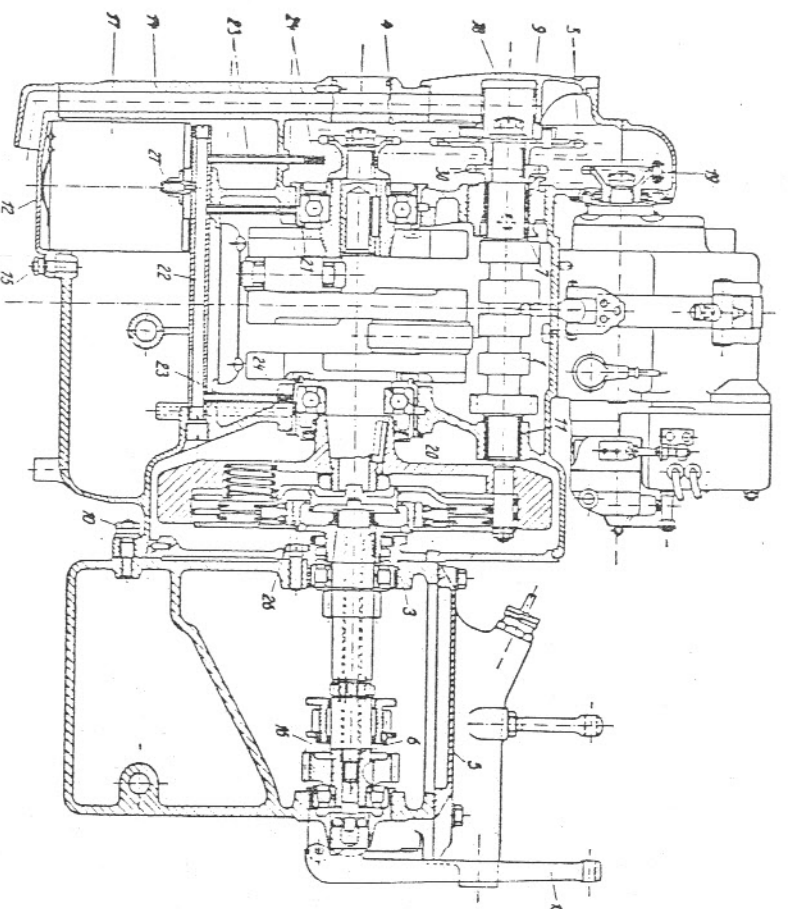
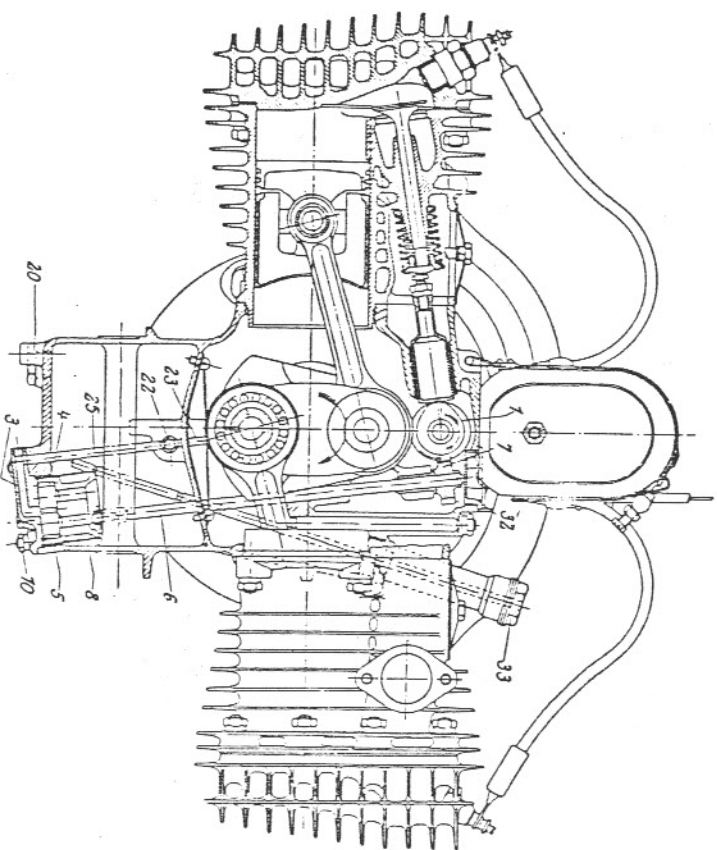

Abb. 10. Längsschnitt durch den Motor und Getriebe
Abb. 12. Tourenmotor mit teilweise Querschnitt durch die Zylindermittel
Vor Abnahme des Motorgehäuse-Oberteiles muß das Getriebe durch Lösen der drei Befestigungsmuttern 10 unten in der Mitte und oben zu jeder Seite und Herausziehen der zwei Kopfschrauben 19 entfernt werden (Abb. 10 u. 13).
Wichtig! Vor Auseinandernehmen der Motorgehäusehälften zuerst Verschlussschraube 32 entfernen, dann Antriebswelle 6 mit Schneckenrad 7 mittels Flachzange herausziehen (Abb. 12).
5. Steuerung: Die oberhalb der Kurbelwelle in Gleitlagern gelagerte Nockenwelle 1 (Abb. 10) wird von der Kurbelwelle mittels geräuschloser Rollenkette angetrieben und treibt ihrerseits gleichfalls über Kettenräder und Kette den Lichtbatteriezünder an, der mittels Spannbandes auf einer eigens hierfür vorgesehenen Fußplatte, einem Teil des Kurbelgehäuse-Oberteiles, befestigt ist.
6. Entlüftung: Die Entlüftung des Kurbelgehäuses erfolgt durch einen mit dem auf der Steuerwelle 1 aufgekeilten Kettenrad 5 durch Paßstifte verbundenen Drehschieber 9, der in dem Antriebsgehäusedeckel 18 gelagert ist (Abb. 10). Die beim Einwärtsgehen der Kolben im Motorgehäuse verdichtete Luft gelangt durch diesen und den Deckel 18 in die eingegossene Leitung 14 des Gehäuses und von dort durch die gleichfalls eingegossene und nach rückwärts führende Leitung des Deckels 12 ins Freie. Auf diese Weise wird im Motorgehäuse immer ein geringer Unterdruck erzeugt, der ein Austreten von Öl an den Trennflugen des Gehäuses wirksam verhindert.
9. Schmierung und Ölkontrolle: Die Schmierung erfolgt unter hohem Druck vollkommen selbsttätig wie bei neuzeitlichen Kraftwagenmotoren, so daß ausreichende Ölversorgung auch bei höchster Beanspruchung sichergestellt ist. Eine im Motorgehäusenteil eingebaute Zahnradpumpe (Abb. 12) saugt durch einen Seher 8 das Öl durch die Tätigkeit der beiden Zahnräder 4 und 5 an, von denen das letztere mittels einer Welle 6 und Schneckenrad 7 von der Schnecke auf der Steuerwelle 1 angetrieben wird. Das Öl wird durch eine Bohrung im Deckel 3 in das Steigrohr 25 gedrückt und gelangt in das Ölverteilsrohr 22 (Abb. 12 und 10), und von hier durch die senkrechten Ölrohre 23 (Abb. 10) und die kalibrierten Öldüsen 24 zu den Lagerbüchsen 20 und 21 (Abb. 10) zur Schmierung der Kurbelwellenrollenlager. Ein Teil des Öles gelangt in die Verteilerinnen der Lagerbüchsen, von wo es dann durch die hohlgebohrten Kurbelwellenzapfen und -schenkel den Pleuellagern zugeführt wird. Das vordere senkrechte Ölrohr 23 sorgt für die Schmierung des Kettenrades 4 auf der Kurbelwelle, wobei durch das von der Antriebskette für die Steuerwelle mitgenommene Öl die beiden Kettenräder 5 und 30 auf der Steuerwelle, der Antrieb des Lichtbatteriezünders mit dem auf dessen Welle sitzenden Kettenrad 19, sowie das vordere Steuerwellenlager 7 reichlich geschmiert wird. Die Schmierung des rückwärtigen Nockenwellenlagers 11 wird durch das Schleuderöl der Kurbelwelle in ausreichendem Maße gewährleistet.
Ein Teil des Öles wird von der Ölpumpe durch Steigrohr 25 (Abb. 12), Ölverteilsrohr 22 und Öldüse 27 (Abb. 10) in das Ölfilter 17 geleitet und verläßt dieses vollkommen gereinigt, um durch den Ölsumpf der Ölpumpe wieder zugeführt zu werden. Das vom Triebwerk in den Ölsumpf zurückfließende Öl wird durch ein im Gehäuseunterteil befestigtes Ölsieb gleichfalls vor Eintreten in den Ölsumpf gereinigt. Schädlicher Überdruck im Leitungssystem wird durch ein in die Pumpe eingebautes und sorgfältig eingeregelltes Sicherheitsventil verhindert.
Zwecks Reinigung bzw. Prüfung der Ölpumpe muß vor deren Ausbau zunächst das Öl aus dem Motorgehäuse durch Entfernen der unter dem Gehäuse befindlichen Verschlußschraube 20 (Abb. 12) abgelassen werden. Nun löst man die vier Muttern 10 von den Stiltsschrauben des Ölpumpendeckels und zieht diesen mit der Pumpe nach unten heraus. Nach dem Wiederzusammenbau der Pumpe überzeuge man sich durch Prüfung mit etwas Öl, ob dieselbe richtig eingebaut wurde, d. h. ob beim Drehen des Antriebsrades reichlich Öl gefördert wird. Beim Einlegen von neuen Dichtungen ist es wichtig, darauf zu achten, daß zwischen Ölpumpendeckel und Gehäuse-
flansch die Bohrung zu dem Steigrohr 25 (Abb. 12) nicht verdeckt wird, da sonst die Schmierung gestört ist.
Der Betätigungshebel für die Kupplung befindet sich am Ende des linken Lenkergriffes (Abb. 38) und wirkt durch einen Bowdenzug auf den am Getriebeende befindlichen Kupplungshebel 13 (Abb. 10 und 13). Das Ausrücken der Kupplung und somit die Unterbrechung der Kraftübertragung auf das Getriebe erfolgt durch Anziehen des Betätigungshebels am Lenker, wodurch der Drücksteller 2 von den Kupplungsplatten 20 durch die Druckstange 8 abgehoben wird.